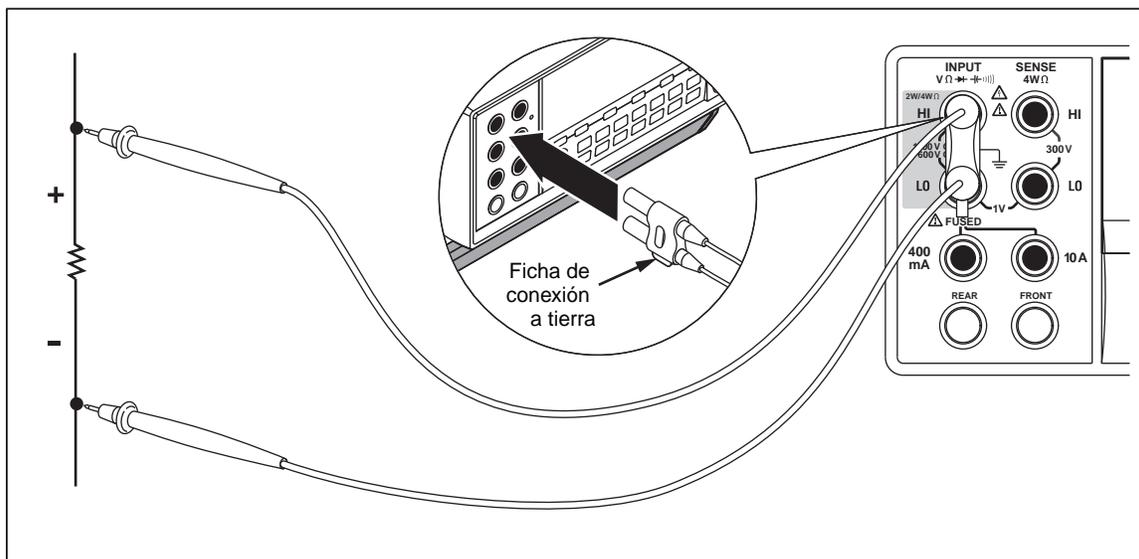

Figura 4-3. Conexiones de entrada para mediciones de ohmios tetrafilares usando 2 conductores tetrafilares
1. Conecte los conductores de prueba a los conectores de entrada del multímetro, tal como se muestra en la figura 4-3.